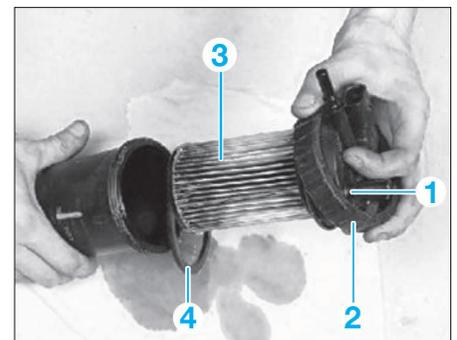

FIG. 31
- Retirer le filtre à carburant (3) (Fig.31).
- Remplacer le joint (4) du couvercle (Fig.31).